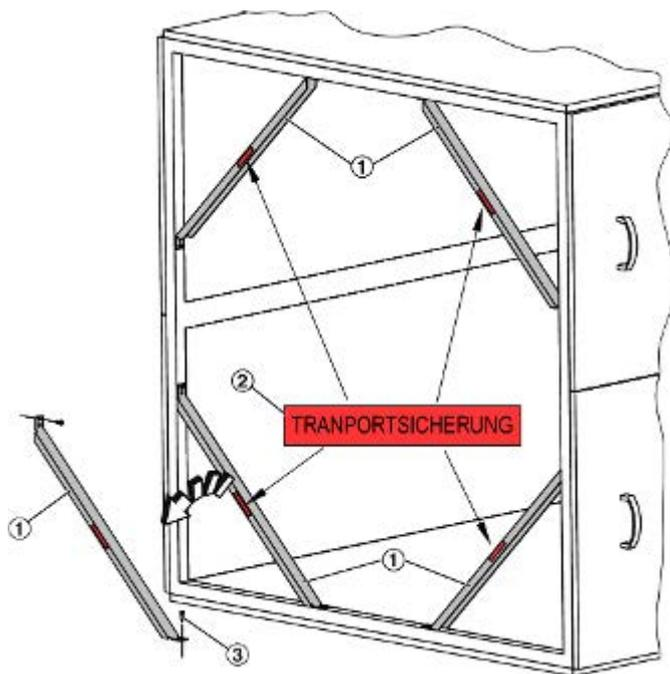

Abb. 10: Transportsicherung mit Traversen
1. ▶ An den RLT-Bauteilen die mit einem roten Aufkleber (Abb. 10 /2) markierten Traversen (Abb. 10 /1) demontieren.
2. ▶ Anschließend die Bohrungen im Rahmen mit den Schrauben (Abb. 10 /3) verschließen.